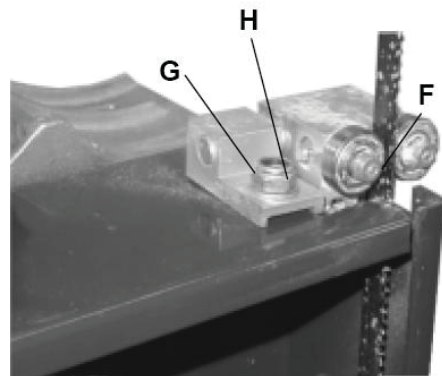

Рис. 22
- Встановіть роликові напрямні (F) (Рис. 22) на відстані 2 мм від основи зуба полотна, відкрутивши шестигранну гайку (G) (Рис. 22), а потім встановивши підпору напрямної у потрібне положення.
- Затягніть гайку (G), зафіксувавши положення.
- Після регулювання зафіксуйте положення кріпильним болтом (E).
- Послабивши кріпильний болт (H), встановіть напрямні (F) на відстані 0,5 мм від полотна.